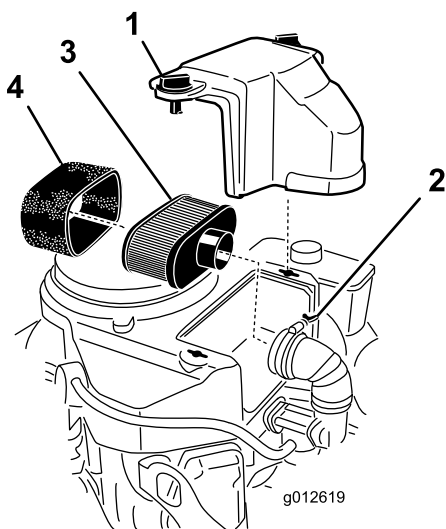

Figura 41
3. Pulite intorno al filtro dell'aria per evitare che la morchia possa penetrare nel motore provocando gravi danni (Figura 41).
4. Svitare le manopole del coperchio e rimuovete il coperchio del filtro dell'aria (Figura 41).
5. Allentate la fascetta stringitubo e rimuovete il gruppo filtro dell'aria (Figura 41).
6. Tirate via con cautela l'elemento in schiuma sintetica dall'elemento di carta (Figura 41).
Nota: Se è molto sporco, sostituite l'elemento di carta con un elemento nuovo (Figura 41).
1. Infilate con cautela l'elemento in schiuma sintetica sull'elemento di carta (Figura 41).
2. Collocate il gruppo filtro dell'aria sull'apposita base o flessibile e fissatelo (Figura 41).
3. Posizionate la copertura del filtro dell'aria e serrate la manopola di copertura (Figura 41).